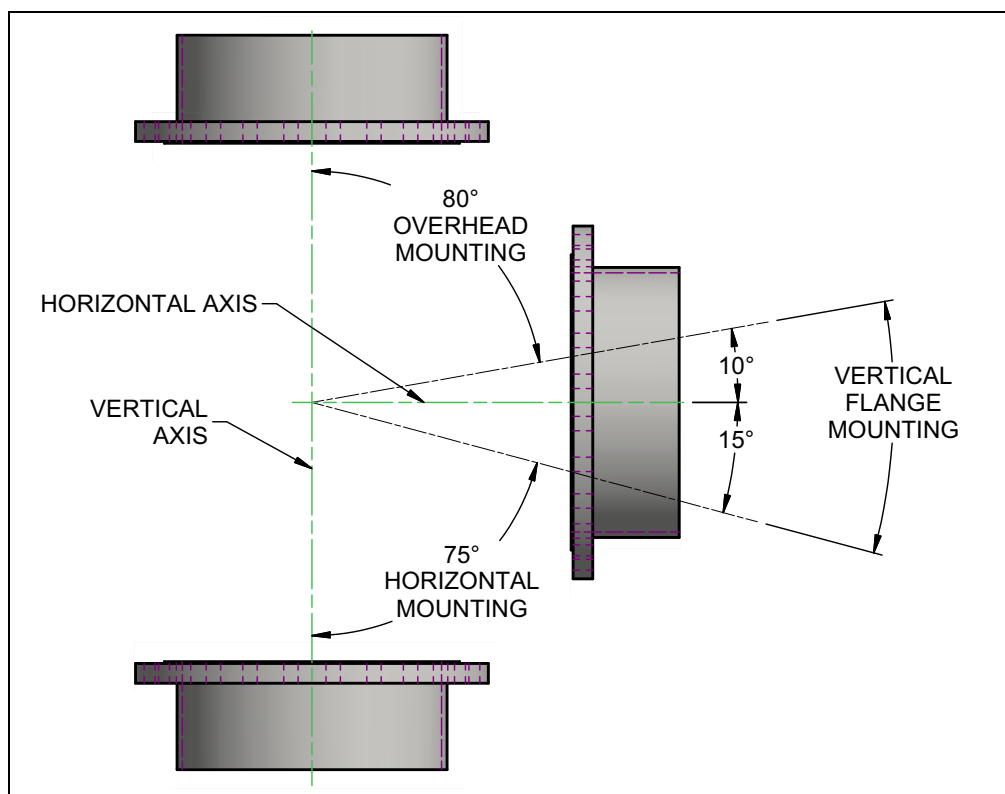

РИСУНОК 3-3. СХЕМА МОНТАЖА
- Если монтажные пальцы нужно снять, заблокируйте станок снизу или закрепите станок на точках крепления над станком с помощью минимум двух противоположных транспортировочных колец, самостоятельно обустроенных точек крепления и строп, рассчитанных на массу станка и угол стропы. См. Рис. 3-3..
- Если фланец слишком толстый, чтобы можно было использовать монтажные пальцы, закрепите станок на точках крепления над станком с помощью минимум одного транспортировочного кольца, самостоятельно обустроенных точек крепления и строп, рассчитанных на массу машины и угол стропы. См. Рис. 3-3..
пления и строп, рассчитанных на массу станка и угол стропы. См. Рис. 3-3..
- Если фланец слишком толстый, чтобы можно было использовать монтажные пальцы, закрепите станок на точках крепления над станком с помощью минимум двух противоположных транспортировочных колец, самостоятельно обустроенных точек крепления и строп, рассчитанных на массу машины и угол стропы. См. Рис. 3-3..